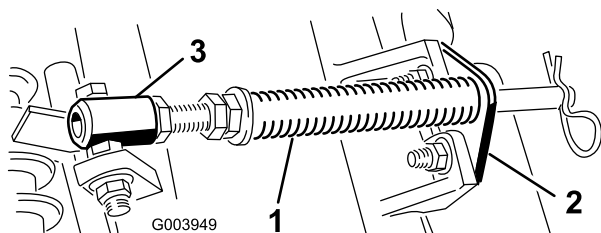

図 5
- B. スプリングチューブのボルトをキャリアフレームのタブに固定しているフランジナット（図 5）を外し、アセンブリを取り外す。